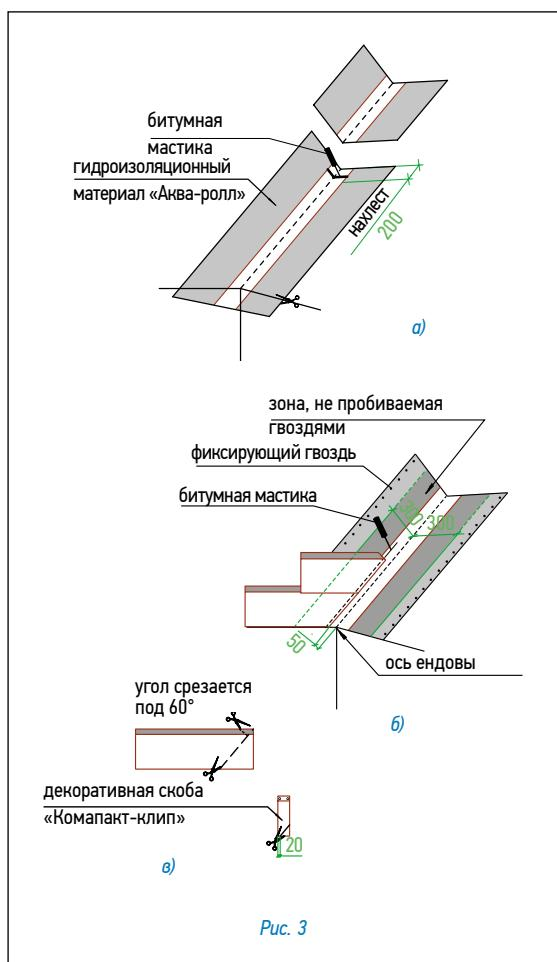

Рис. 3
Ендова (рис. 3)
- ровно по центру ендовы расстилается специальный рулонный материал «Аква-ролл», фиксируется в верхней части двумя гвоздями и обрезается в нижней части по линии карниза (рис. 3а);
2. «Аква-ролл» укладывается с нахлестом 20 см, место нахлеста тщательно обрабатывается битумной мастикой (рис. 3а).
- непосредственно перед укладкой в ендову черепицы, защитная пленка с лицевой стороны «Аква-ролл» снимается и на самоклеящуюся поверхность укладываются листы черепицы, обрезанные в соответствии с заранее отбитыми линиями (рис. 3б).
Внимание: 1. Необходимо также подрезать верхний уголок обрезанного края листа (см. рис. 3в) для правильного стока воды.
2. Крепление обрезанного листа к медной части «Аква-ролл» осуществляется при помощи сплошной полосы битумной мастики (рис. 3в).
4. В случае, если скоба «Компакт-клип» приходится на место обреза листа, можно либо обрезать накладку, оставив минимум 2 см в нижней части (рис. 3в), либо произвести укладку листов без использования накладки.
Енда (рис. 3)
- ровно по центру ендovy расстилается специальный рулонный материал «Аква-ролл», фиксируется в верхней части двумя гвоздями и обрезается в нижней части по линии карниза (рис. 3а);
2. Крепление обрезанного листа к медной части «Аква-ролл» осуществляется при помощи сплошной полосы битумной мастики (рис. 3б).
Укладка материала (рис. 3)